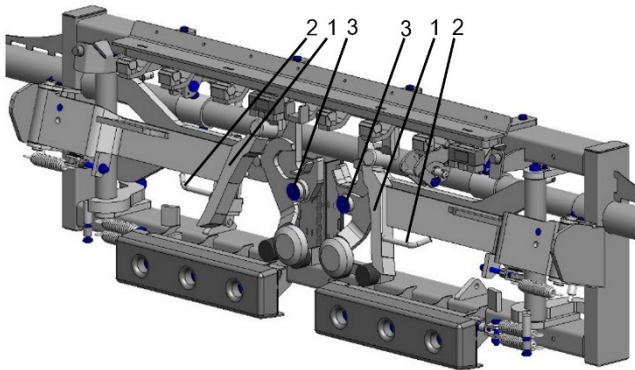

Bild 7.1.6.1 Lyftfram med adapterarmar
- 2** Rulla fram containern mot adapterarmarna (3), se bild 7.1.6.1. Kör fram containern så att dess lyftpunkter befinner sig ovanför adapterarmarnas lyftpunkter.
- 6** Fäll in adapterarmarna (3). Fäll BG-armarna (2) inåt om sådana finns.